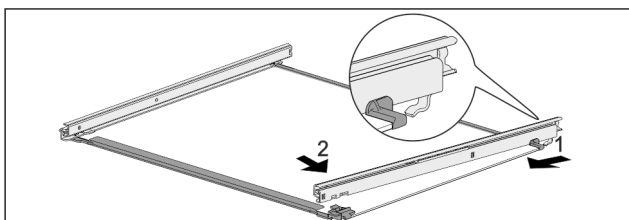

Fig. 87 Glasplatte mit Schienen
- ▶ Schiene hinten einhaken. Fig. 87 (1)
- ▶ Schiene vorne einrasten. Fig. 87 (2)